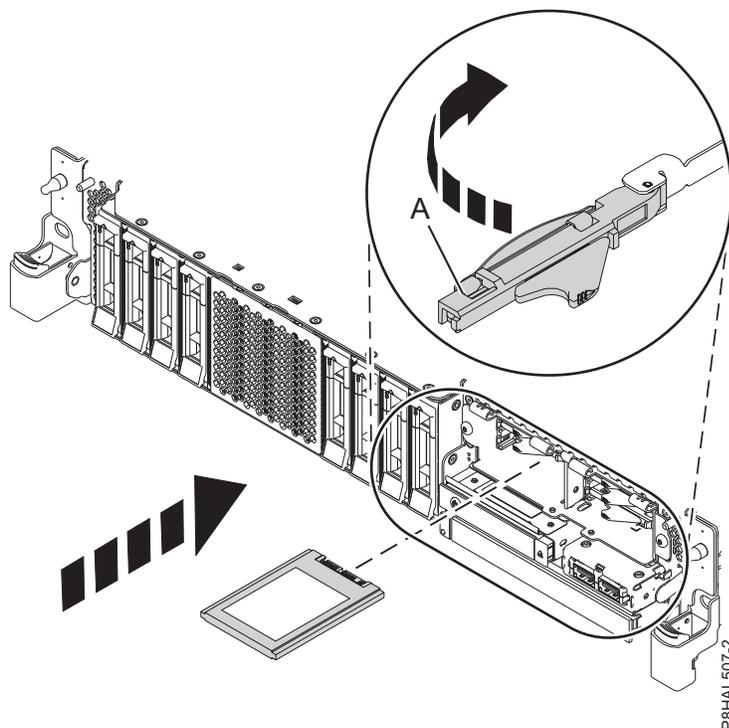

Figura 68. Substituir uma unidade SSD num sistema de função expandida
15. Com a pega do compartimento de unidade de SSD (**A**) na posição desbloqueada, puxe a alavanca para fora para ter acesso às calhas na ranhura de SSD. Apoie a parte inferior da SSD à medida que a alinha com as calhas na ranhura de SSD. Consulte Figura 68 na página 75.
20. Bloqueie a unidade ao rodar a pega do compartimento (**A**) na direcção demonstrada em Figura 68 na página 75.